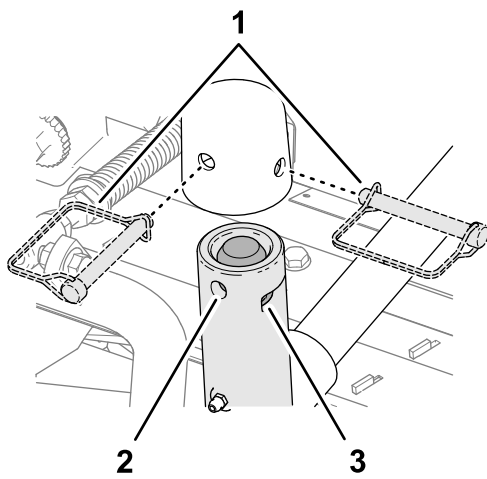

Figure 24
**Blocage du pivot des unités de coupe sur une pente** – Bloquez le pivot des unités de coupe pour empêcher celles-ci de pivoter vers le bas quand vous tondez à flanc de pente. Utilisez le trou dans l'arbre de pivot du bras de levage (Figure 24) pour bloquer l'unité de coupe. Utilisez la fente pour une unité de coupe de direction.